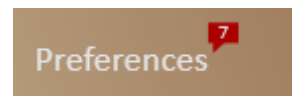

Рис. 50 Флажок уведомления
В диалоговом окне перечислены уже определенные профили в разделе *Available Delegates* (Доступные лица для передачи полномочий). Выберите нужный профиль пользователя и нажмите на **Add Delegate** (Добавить лицо для передачи полномочий) под таблицей (рис. 50). Профиль перемещается в раздел *Surgeon's Delegates* (Лица, которым передаются полномочия хирургом). Соответствующие настройки хирурга будут присвоены выбранному профилю.
- Наличие нового уведомления обозначается красным флажком над ссылкой *Preferences* (Параметры) в заголовке окна (Рис. 50). На флажке указано число, указывающее количество результатов.